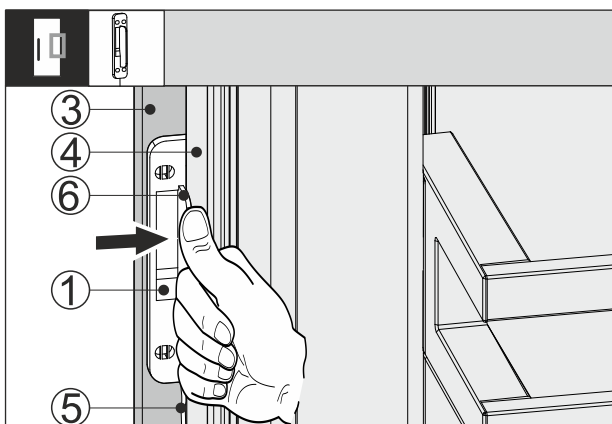

Fig. 66
- Klopfsensor Fig. 66 (1) zwischen Möbelfront Fig. 66 (3) und Gerätetür Fig. 66 (4) schieben, so dass das Kabel Fig. 66 (5) leicht gespannt ist. Der Anschlag Fig. 66 (6) des Klopfensors liegt an der Gerätetür Fig. 66 (4) an.
- Klopfsensor Fig. 66 (1) an der Möbelfront Fig. 66 (3) anpressen.
- Klopfsensor Fig. 66 (1) ist angeklebt. Das Ankleben des Klopfensors optimiert die Übertragung des Klopfsignals.
Dauerhafte Fixierung des Klopfensors Fig. 66 (1) erhöht die Lebensdauer.
- Klopfsensor Fig. 66 (1) mit den mitgelieferten Schrauben an der Möbelfront Fig. 66 (3) anschrauben.